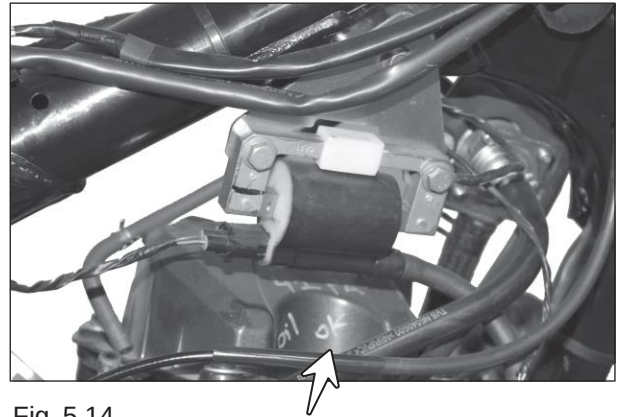

Fig. 5.14
- La bobina de alta está montada en el lado derecho del bastidor debajo del conjunto del tanque de combustible.(Fig. 5.14) Desconecte el enchufe del cableado que conecta el ramal de cables y la bobina de encendido.
- Además, desconecte el cable alta tensión (HT) de la bujía..